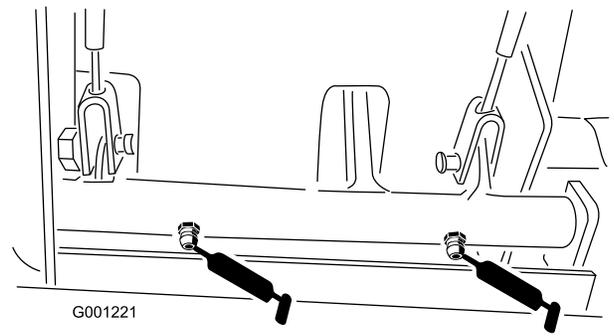

図 38
- ・ ブレーキケーブル (ホイール側とペダル側の端部) (図 38)
- ・ ブレーキのピボット・ブッシュ(図 38)